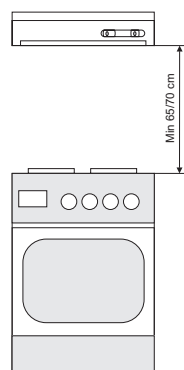

рис.2
1. Навесить кухонную вытяжку на стене на нужной высоте (рис.2).